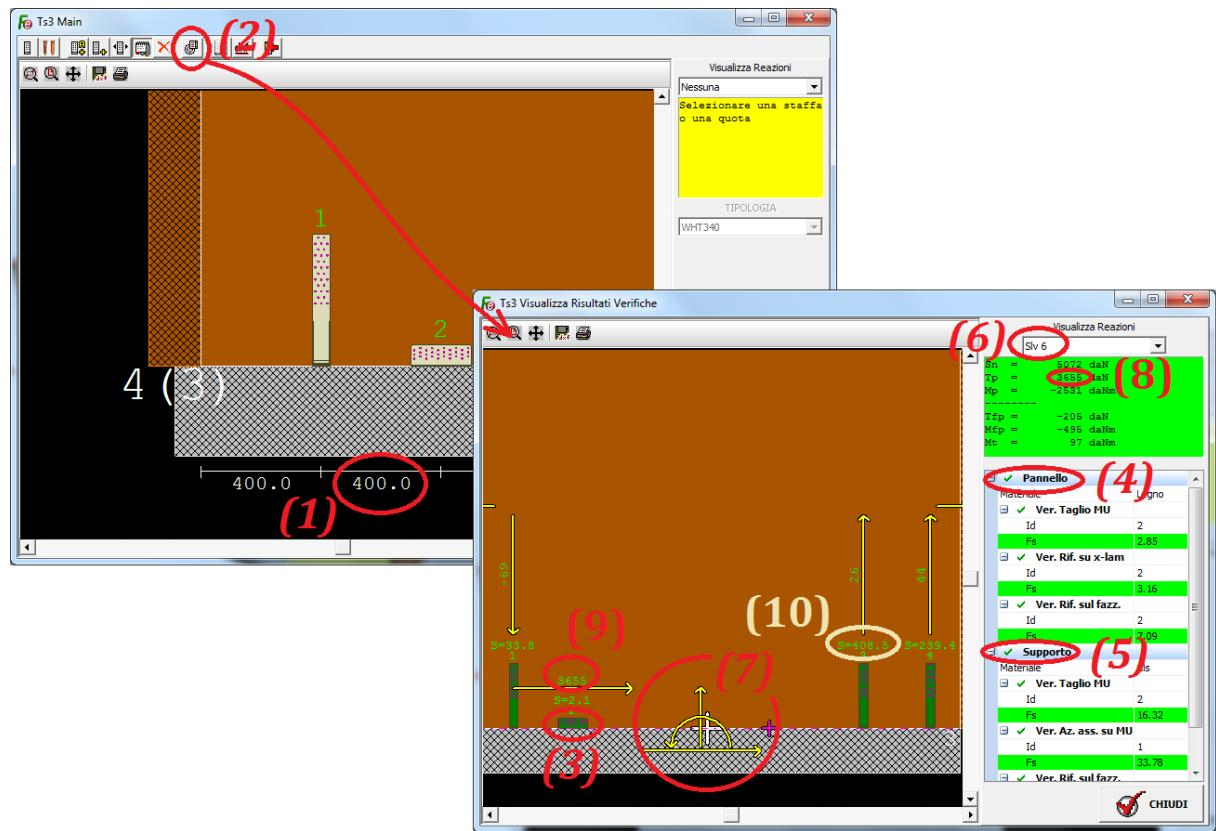

Figura 76
Facendo riferimento alla figura 76, distanziare la staffa 2 dal dispositivo 1 di 400 mm (1) con le medesime procedure adottate e illustrate nei casi precedenti ed eseguire il calcolo cliccando (2) sul tasto “*Esegui le verifiche*”.